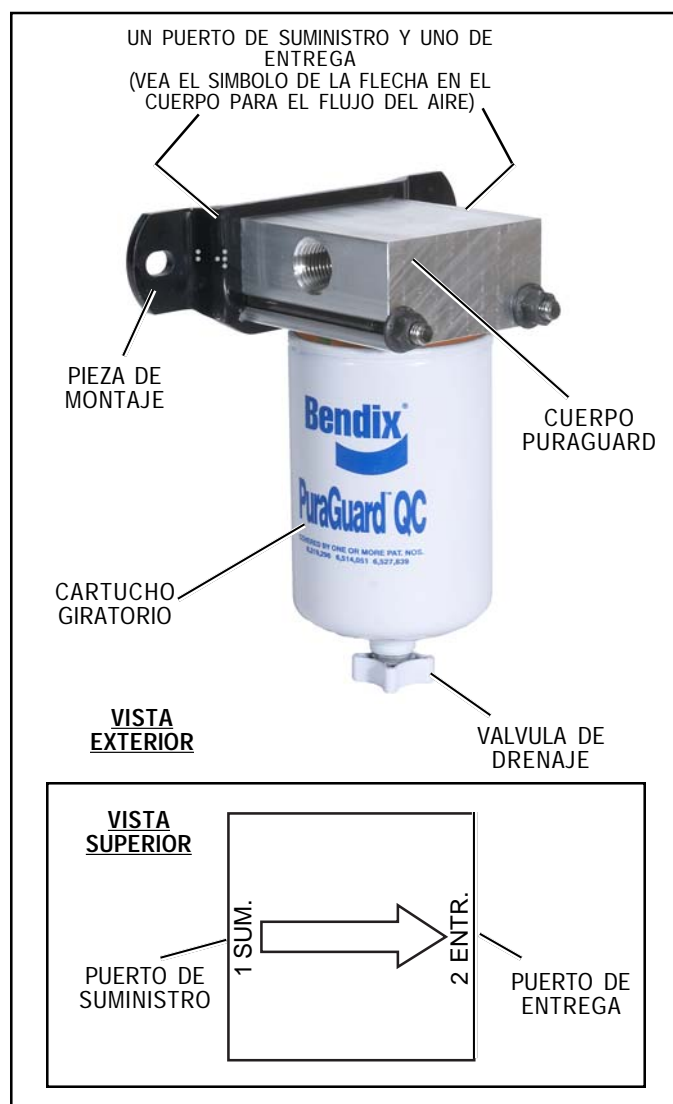

FIGURA 1 - FILTRO COALESENTE DE ACEITE PURAGUARD QC™
El filtro coalescente de aceite PuraGuard QC™ tiene dos tubos hembras enroscados para las conexiones de aire: uno de suministro y el otro de entrega — los cuales están identificados por el símbolo de la flecha que muestra el flujo del aire en la parte superior del filtro PuraGuard QC™ (Vea la Figura 1).
1. La parte superior del filtro tiene un símbolo en forma de flecha que muestra la dirección del flujo del aire (Vea la Figura 1). Asegure el soporte al cuerpo y haga girar el cartucho.
2. Las mangueras se deben instalar sin apretar ya que pueden causar limitaciones en el flujo del aire. Nota: Verifique que los accesorios de la manguera coinciden con el símbolo de la flecha del flujo de aire. (Vea la Figura 1).